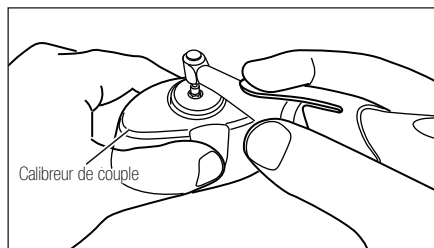

Fig. 10
- 6) Si vous appuyez sur le bouton ON/OFF, un compte à rebours commence et le calibrage chargé commence. La pièce à main moteur tournera: maintenez la pièce à main moteur en position verticale jusqu'à ce que la rotation s'arrête tout en tenant fermement le calibre de couple. (cf. Fig. 10) Pendant le calibrage "CAL" clignote.